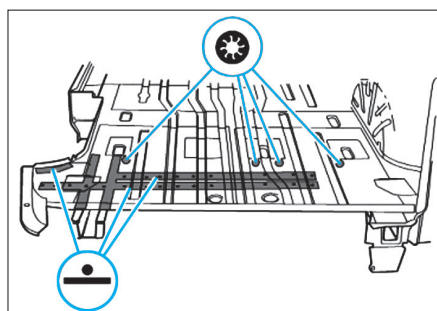

FIG. 68
- Souder le plancher de coffre à la pointeuse électrique (Fig.68).